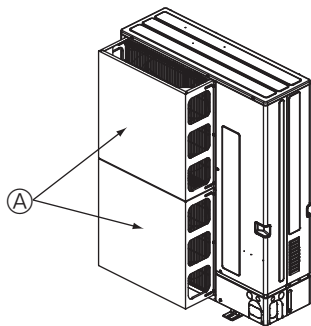

Fig. 2-16
① Zainstalować opcjonalną kierownicę powietrza w przypadku, gdy jednostka zewnętrzna jest zainstalowana w miejscu, w którym silny wiatr, np. tajfun, może bezpośrednio działać na wylot powietrza. (Fig. 2-16).